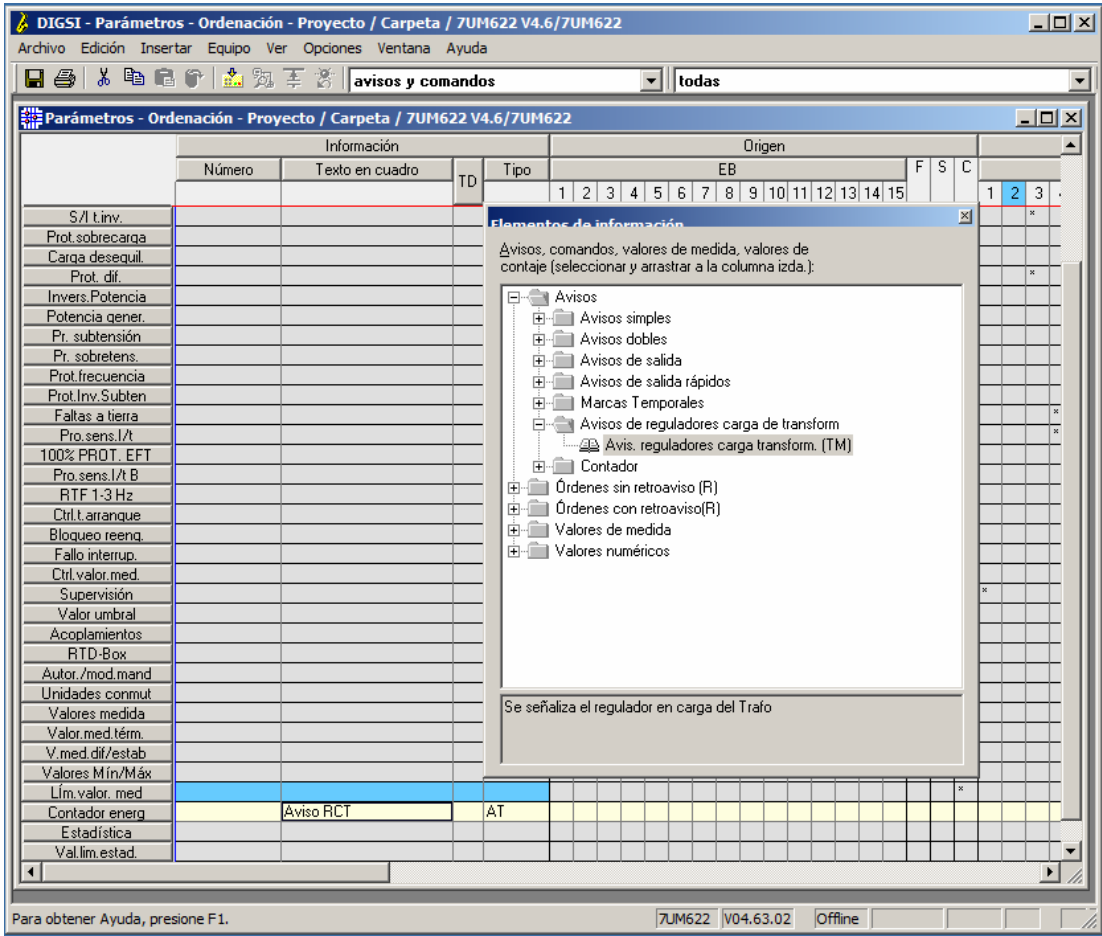

Figura 2-34 Vista ejemplar de la matriz y del catálogo de informaciones
- Se debe implementar en la matriz de configuración de DIGSI un aviso de tomas del transformador (ver figura 2-34).